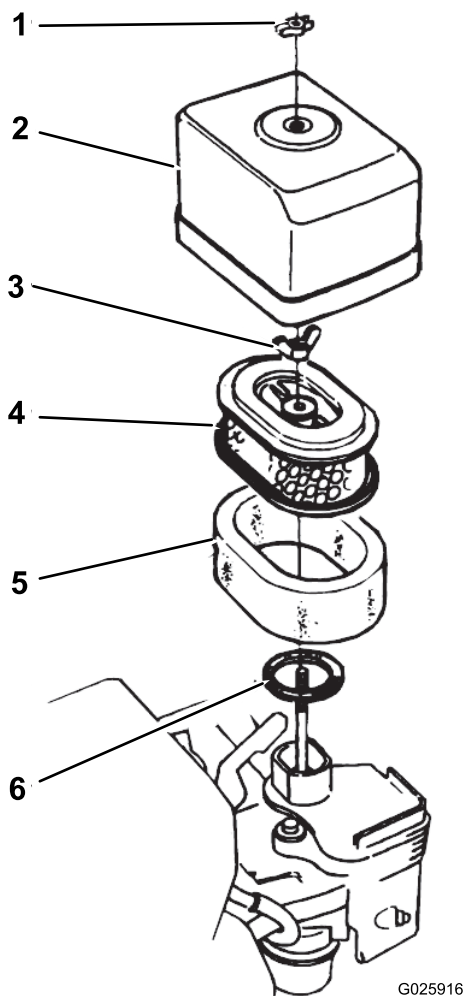

图32
2. 拧掉将空气滤清器盖固定到空气滤清器上的蝶型螺帽，然后取下滤清器盖（图32）。
4. 从空气滤清器上卸下蝶型螺帽，然后取出滤清器（图32）。
5. 从纸质滤芯中取出泡沫滤芯（图32）。